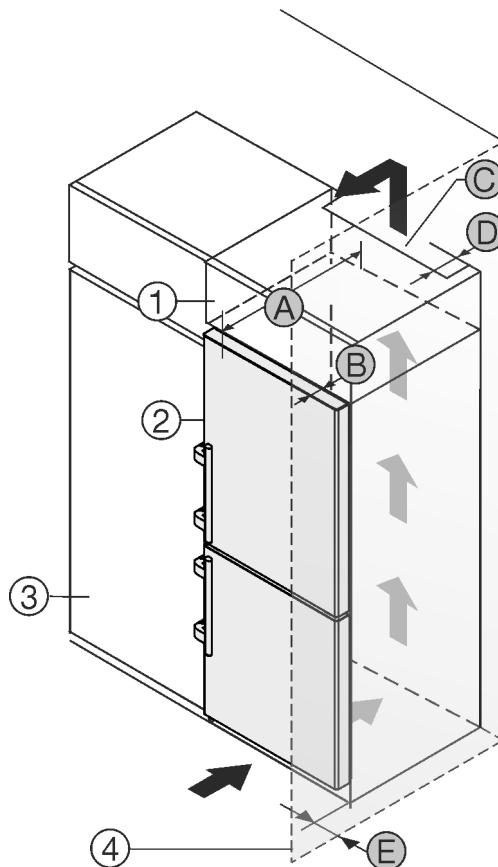

Fig. 47
此冰箱可安装在厨柜内。为了使冰箱 Fig. 47 (2) 与橱柜高度一致，可在冰箱上面放置一个附加柜 Fig. 47 (1)。
如果冰箱直接安放在橱柜 Fig. 47 (3) 旁边，至少需要与冰箱保持 5cm 的距离。为了能完全打开门，冰箱必须凸出橱柜正面一定深度 Fig. 47 (B)。根据橱柜的深度，使用壁距调整垫片可以使冰箱更为凸出。
- 在附加柜背面必须有一个竖风道，其深度 Fig. 47 (D) 应超过整个附加柜宽度。
- 盖板下必须保有通风横截面 Fig. 47 (C)。
如果将带铰链的冰箱放置在墙壁 Fig. 47 (4)边，冰箱和墙壁必须保有距离 Fig. 47 (E)。这取决于冰箱门打开时把手与墙壁的距离。